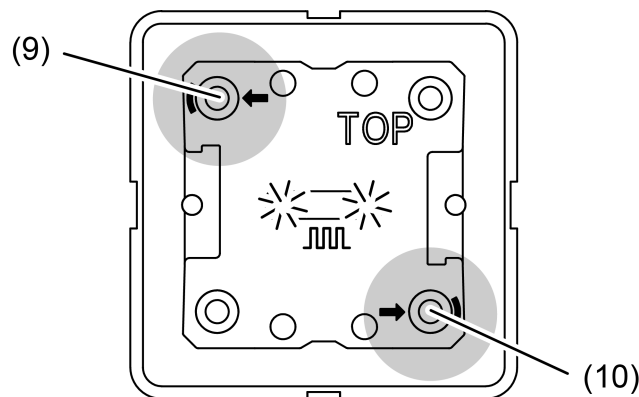

рисунок 6: Кнопки для активации режима программирования
- Активация режима программирования: нажать и удерживать кнопку слева вверху (9). Затем нажать кнопку справа внизу (10) (рисунок 6).
- Нажать и удерживать кнопки вверху слева и внизу справа (рисунок 6).
- Нажать кнопки вверху слева и внизу справа (рисунок 6) и удерживать в течение > 5 секунд.